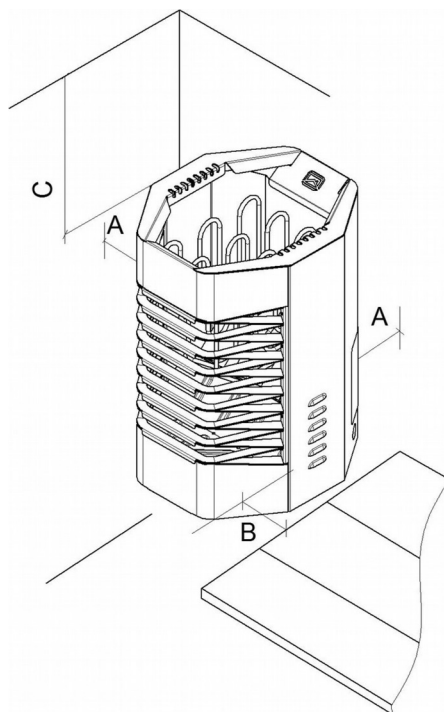

Рисунок 4 – Схема безопасного расположения ЭК в парильном помещении
7) Установить ЭК на пол парного помещения в соответствии со схемами установки (см. Рисунок 4).